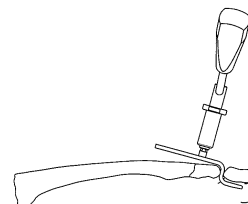

図 2
- 2) 肩鎖関節プレート用トライアル・フック高さ 15mm にトライアルハンドルを接続し、トライアルのフック部を肩鎖関節後方から肩峰下に滑り込ませ、トライアルの骨幹部を鎖骨上面に設置します。（図 2）